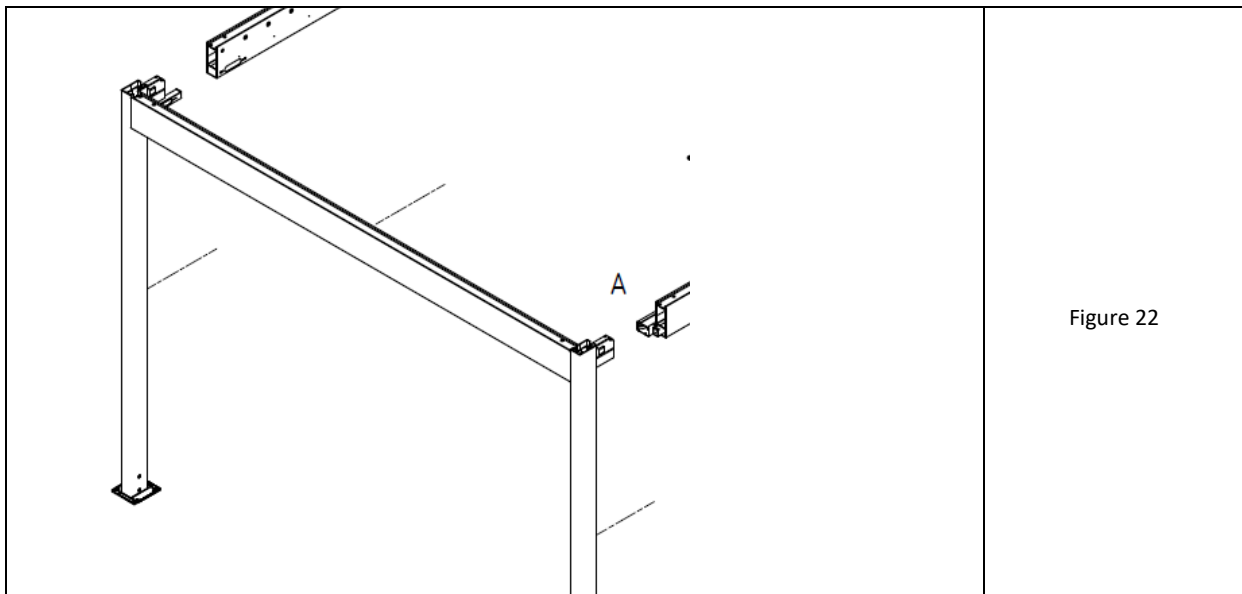

Figure 22
15. Glisser le deuxième cadre transversal (Fig. 22) sur les extrémités libres des barres longitudinales.